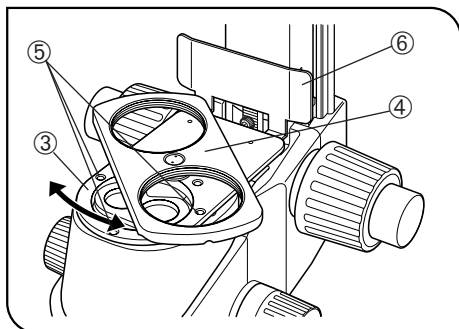

Fig. 28
4. Placera revolverfästet ③ (med sina objektivfästen ④ riktade uppåt) där objektivfästet har varit genom att rikta upp skruvhålen. Med insexnyckeln (för M3 skruvar), låser man revolverfästet med bifogade tre låsskruvar (M3, 6 mm lång) ⑤ (fig. 28).
• Eftersom skruvarna kan vara dolda bakom objektivfästena ④, låser man revolverfästet medan man vridet den (fig. 28).
6. Fäst två objektiv i deras respektive objektivfästen ④ genom fastskruvning (fig. 28).